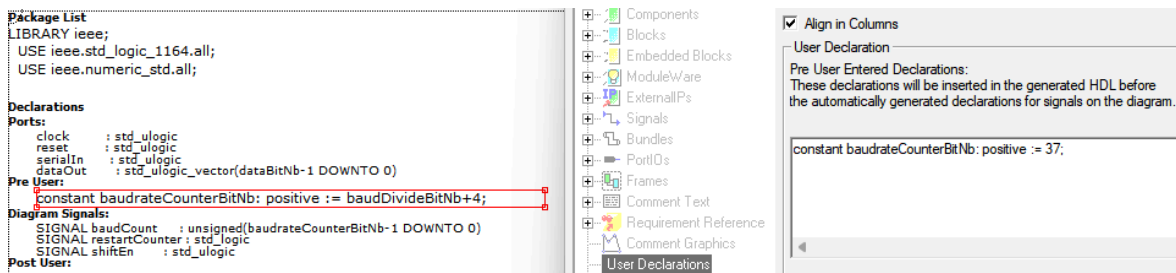

Fig. 7 - Modifier le nombre de bits du compteur système
- Saisissez le nombre de bits requis dans le système. Pour cela, dans le **COM/serialPortReceiver**, double-cliquez sur la définition de la constante **baudCounterBitNb** en haut à gauche du schéma et modifiez-la dans la nouvelle fenêtre ouverte sous **User Declarations** comme montré sous Fig. 7 puis cliquez sur **Apply** :